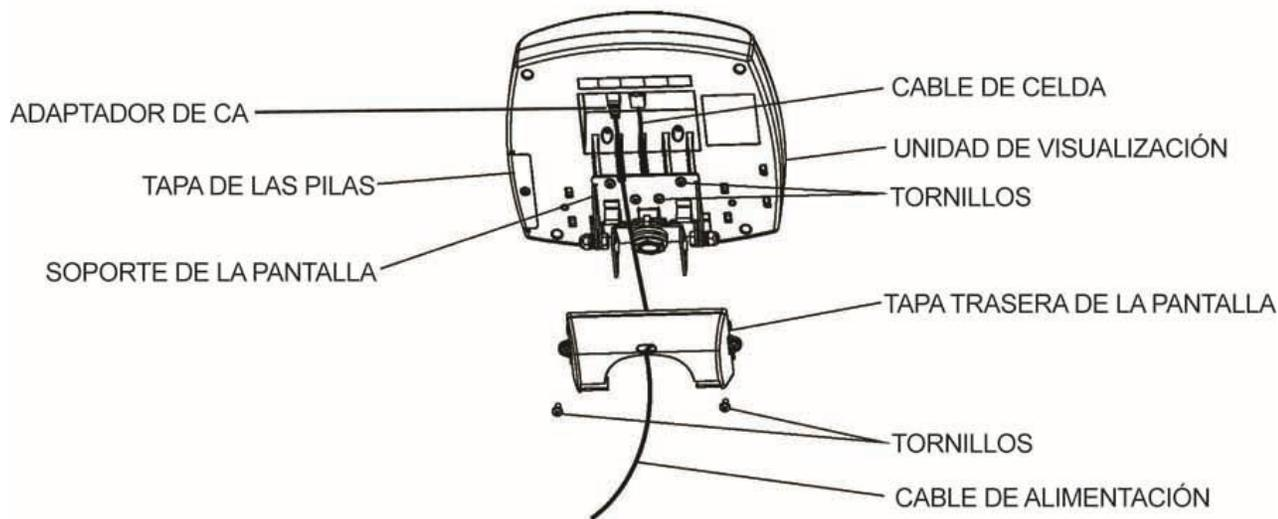

Figura 4
- Colóque la unidad de visualización cerca del soporte de la pantalla. Conecte el conector del cable de celda de carga en el orificio de celda de carga en la parte trasera de la unidad de visualización e inserte y fije el cable en el canal central de la pantalla. Consulte la figura 4. **Fije: No conecte el cable de alimentación en este momento: espere hasta el paso 13.**